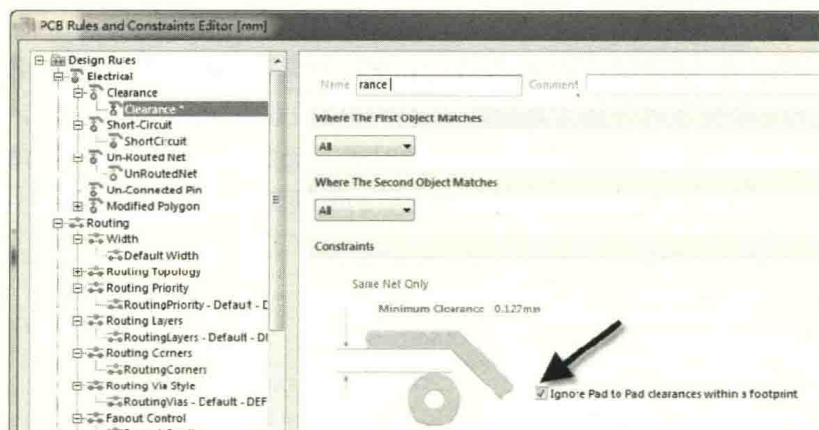

图 15-40 间距规则设置
(2) IC 管脚变绿。这种情况是由自身封装管脚间距规则引起的。在间距规则中，勾选“Ignore Pad to Pad clearances within a footprint”，可解决这个问题，如图 15-40 所示。